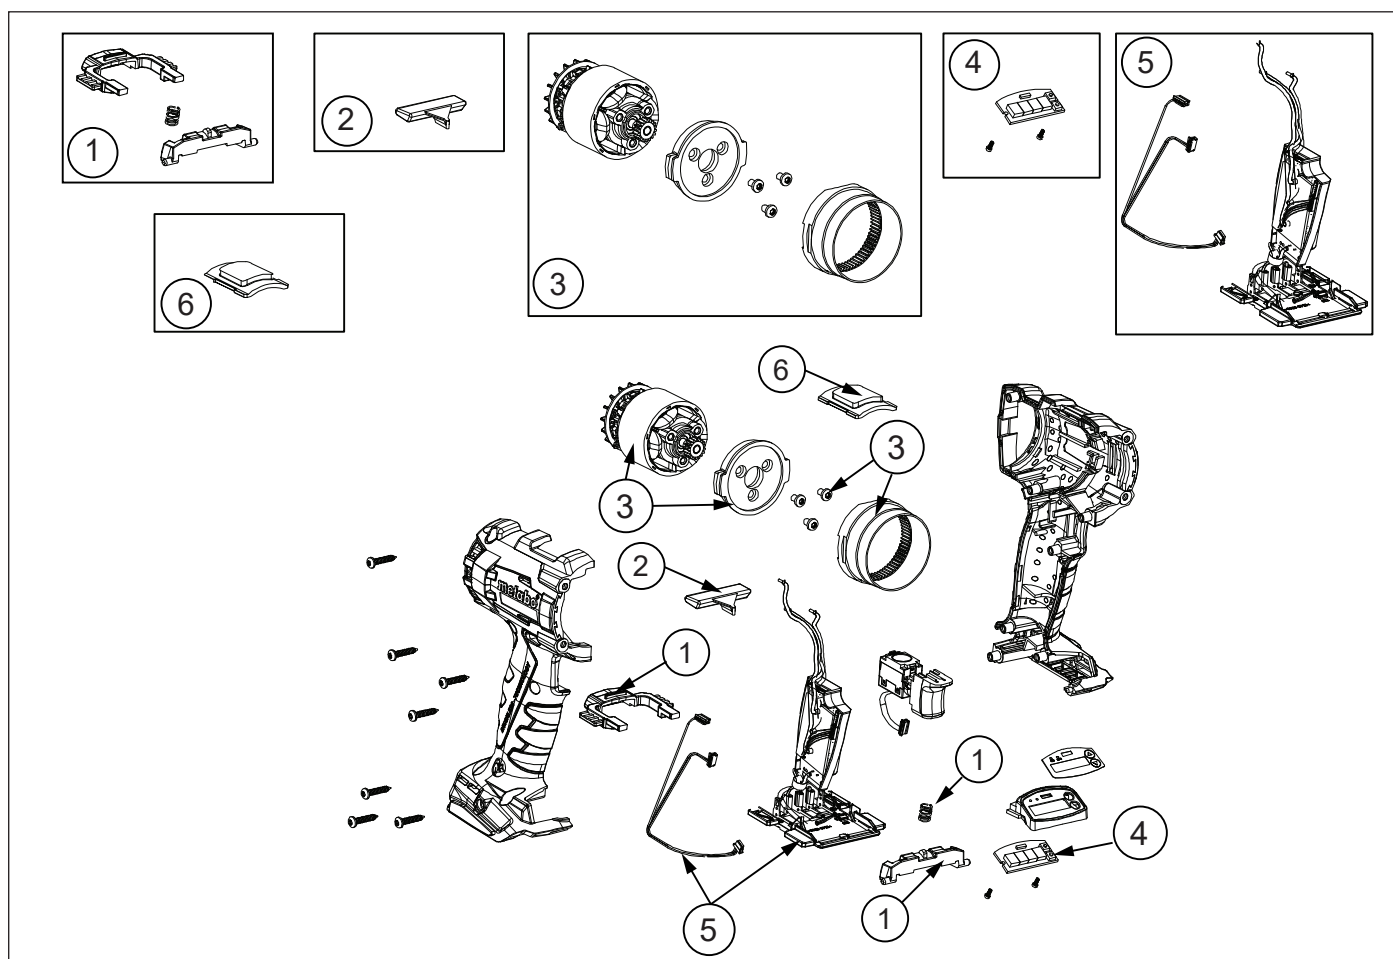

Figura 8: Kits de manutenção BTW Handle
9.2.2 Kits de manutenção BTW Handle (Figura 8)
9.3.1 Tabela de Peças (Figura 8)